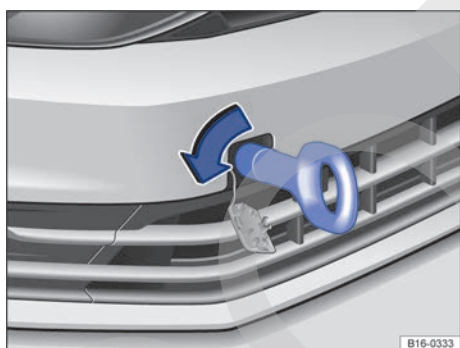

Fig. 206 En el lado derecho del paragolpes delantero: enrosca la argolla de remolque.
El alojamiento de la argolla de remolque enrosca-ble se encuentra en el lado derecho del paragolpes delantero detrás de una tapa → fig. 206.
- Enrosque la argolla de remolque en el alojamiento girándola al máximo **en el sentido contrario al de las agujas del reloj** → fig. 206 → Ⓞ. Utilice un objeto adecuado con el que pueda enrosca completa y firmemente la argolla de remolque en su alojamiento.